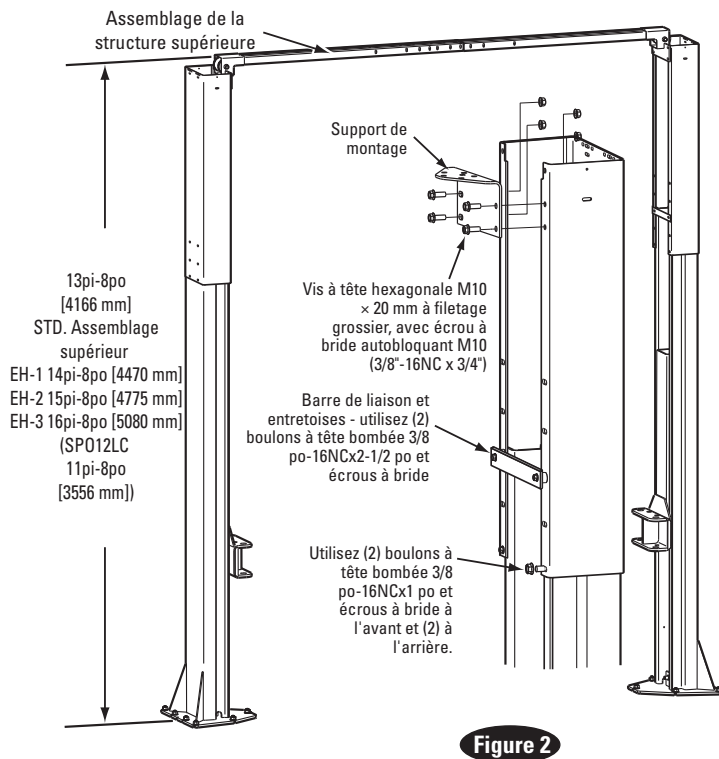

Figure 2
**Hauteur du pont élévateur :** Voir Figure 2 pour la hauteur totale du pont élévateur de chaque modèle de pont élévateur spécifique. Ajoutez au moins 1po à la hauteur totale jusqu'à l'obstacle le plus bas.
**Support de montage en hauteur :** Installez les supports de montage aux extensions de colonne comme illustré, Figure 2.